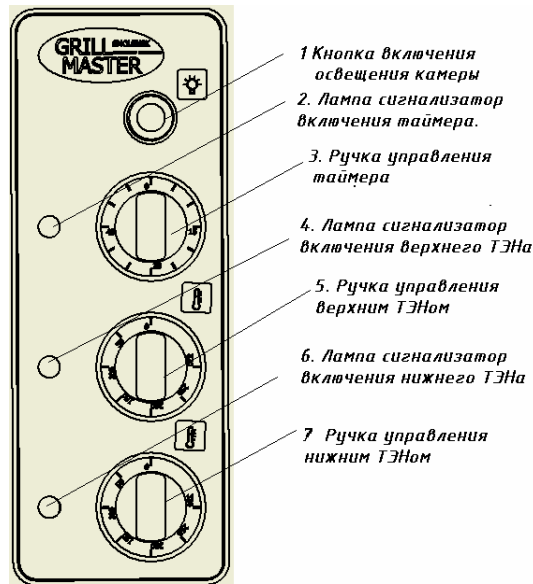

Рисунок 3
правой стороны расположена панель управления (рис.3), где расположены ручки управления верхним и нижним ТЭНом, ручка управления таймером, сигнальные лампы, кнопка освещения камеры.
8.6. Перед приготовлением пищи духовку необходимо прогреть. Для этого ручку терморегулятора установить на температуру 150-180°C. Включение верхних и нижних нагревателей духовой камеры производится двумя соответствующими ручками (см.рис.3,4) расположенными на панели управления духовкой. По достижении установленной температуры терморегулятор отключает нагреватели, о чем свидетельствует первое отключение сигнальной лампы. При приготовлении пищи необходимо уточнить рекомендуемую температуру и при последующем приготовлении терморегулятор можно установить на более высокую или низкую температуру, если качество первой было неудовлетворительным.
8.7. При выпечке для удобства можно использовать таймер. Для включения таймера нужно повернуть ручку управления таймера поз.3 рис3 или поз. 4 рис.4 по часовой стрелке до нужного времени выпечки, при этом загорится лампа сигнализатор включения таймера поз.2 рис.3 или поз.3 рис.4, по истечении установленного времени раздастся звонок. Лампа сигнализатор погаснет, ТЭНы при этом останутся включенными.